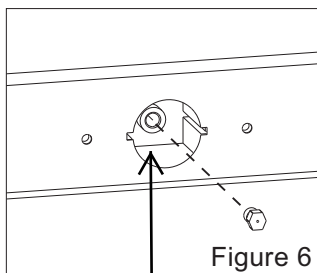

Figure 6
- Dévissez les injecteurs situés sur le support d'injecteur (fig. 6)
- A l'aide d'un tournevis très fin, vissez ou dévissez la vis de réglage, afin que la flamme du brûleur soit correctement au minimum (Figure 6). En gaz butane, serrez la vis à fond